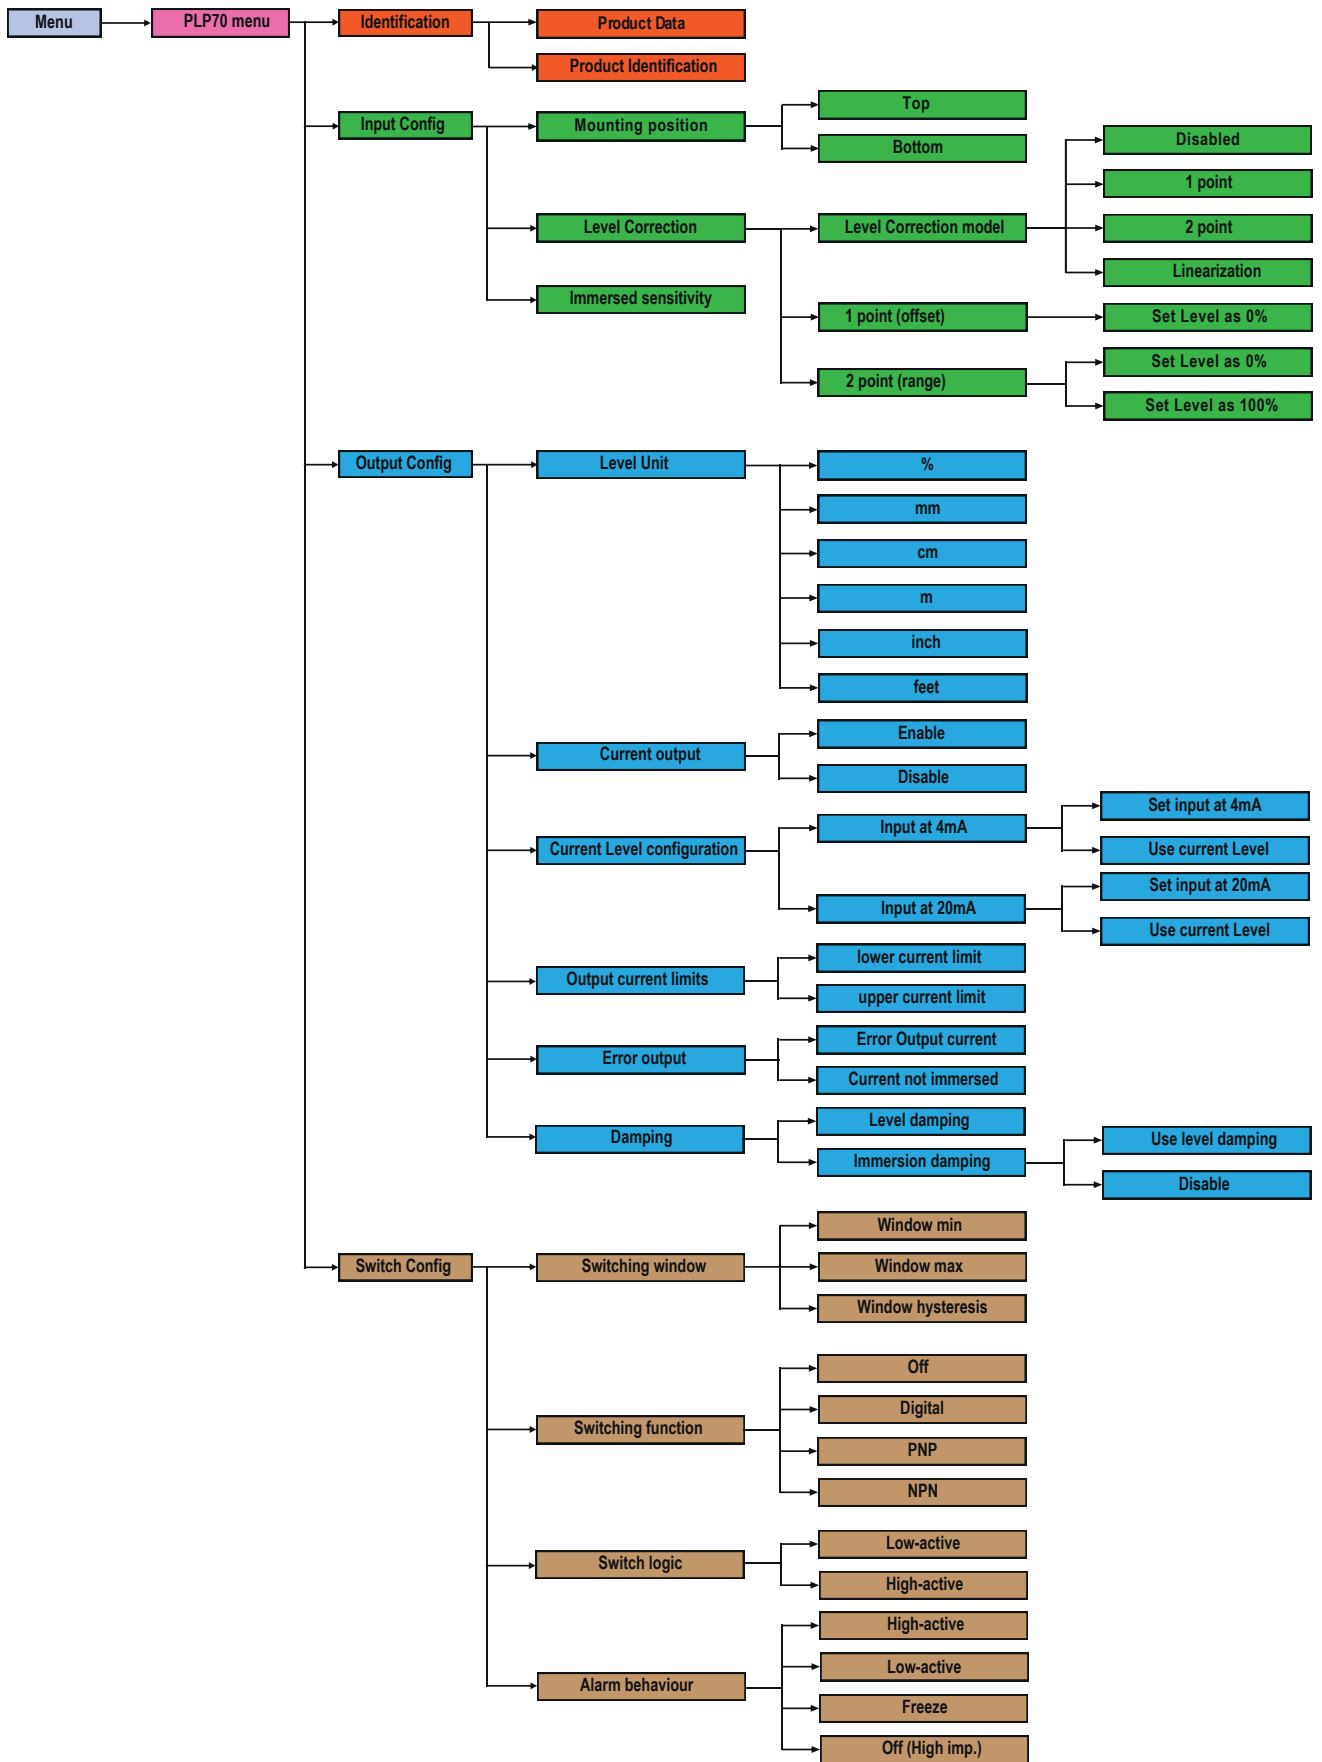

Abb. 15: DFON: Menü-Struktur-Plan (1)
| Abb. 15 | DFON : Menü-Struktur-Plan (1)..... | 45 |